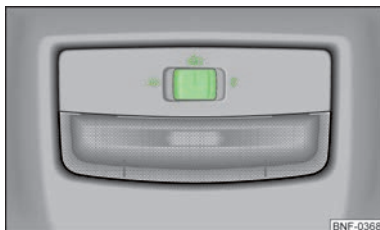

Bild 26
- Tryck omkopplaren till läge  » bild 26.
- Tryck omkopplaren **O** » bild 26 till läge.